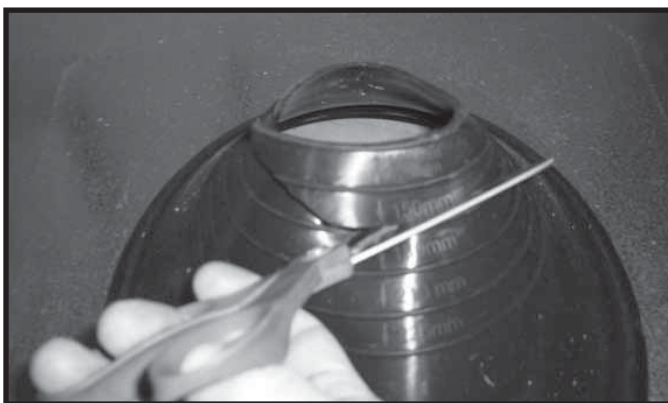

Figura 8.19 Recorte el cono de hule
- Recorte el cono de hule a lo largo de las líneas de medición con tijeras o un cuchillo. Consulte la figura 8.19. Use la línea de 150 mm para tubo SLP o la línea de 28 mm para tubo DVP.